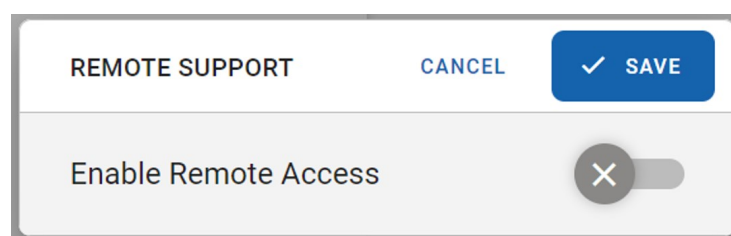

Bild 81. Aktivera fjärråtkomst.
4. Aktivera växlingsknappen **Enable Remote Access** (Aktivera fjärråtkomst) (Bild 81).